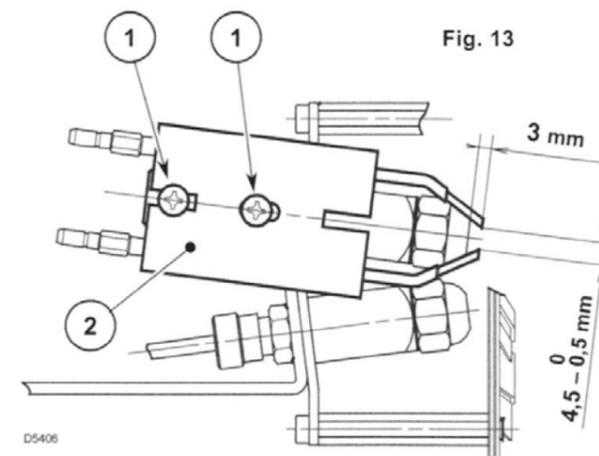

Fig. 13
Pour éventuels ajustements desserrer les vis (1), et déplacer le groupe des électrodes (2). (Voir fig. 13).